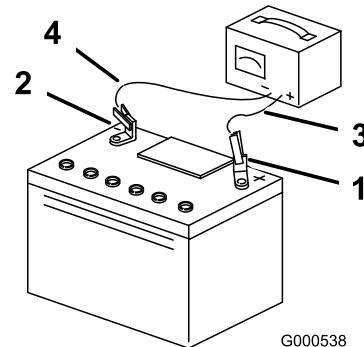

Figure 48
5. Une fois la batterie chargée au maximum, débranchez le chargeur du secteur, puis débranchez les fils du chargeur des bornes de la batterie (Figure 48).